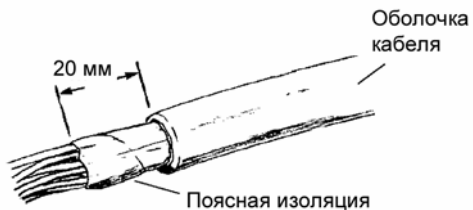

Рис. 4.2. Подготовка кабеля к установке соединителя.
4.1.2. Подготовить концы кабелей в соответствии с рис. 4.2.